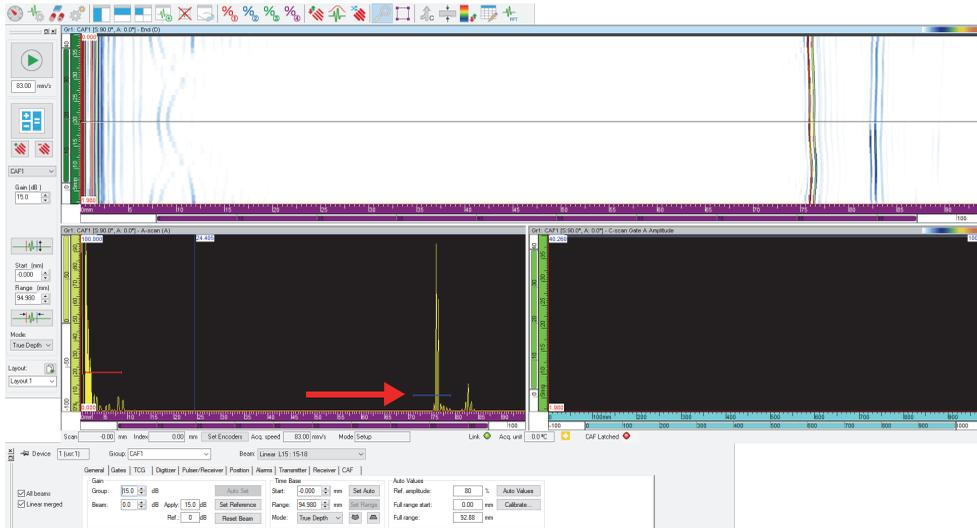
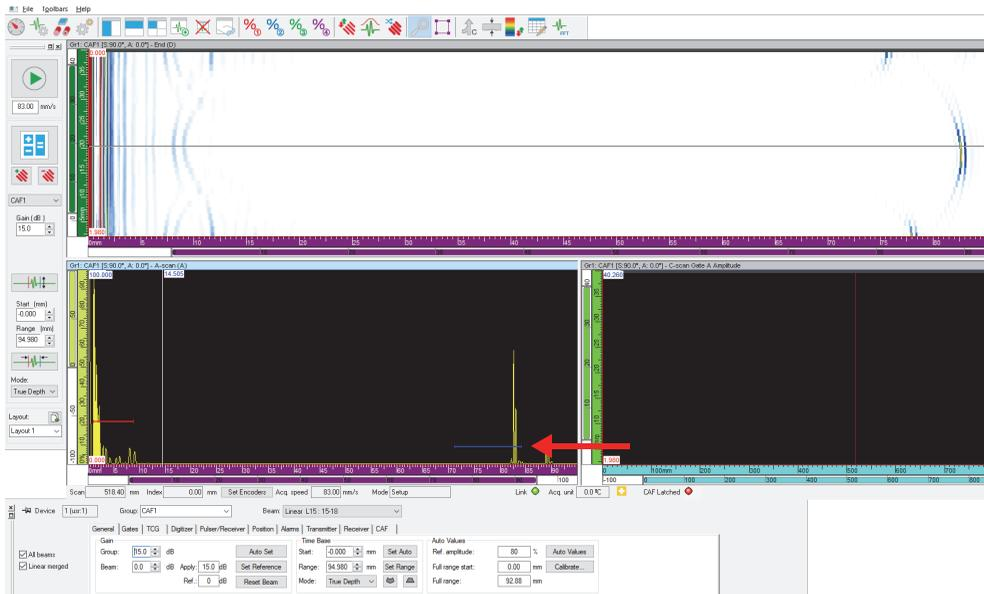

Figura 4-58 Definizione dell'inizio del gate di interfaccia
Figura 4-59 Definizione della fine del gate di interfaccia
5. Allineare la sonda nel campione per acquisire una concentricità ottimale. Quando la sonda è concentrica con un campione curvo, il segnale appare piano come nella Figura 4-58 a pagina 157.
6. In questa posizione definire l'inizio del gate di interfaccia (vedi Figura 4-58 a pagina 157).
- Se la forma del campione varia, passare alla posizione R2 (vedi Figura 4-58 a pagina 157). Definire la fine del gate di interfaccia (vedi Figura 4-59 a pagina 158).